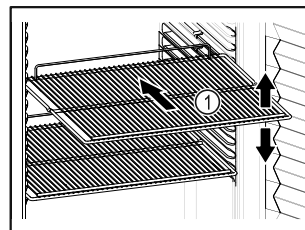

Fig. 38
- Ak sa dajú odkladacie rošty Fig. 38 (1) premiestniť, prispôbte výšku.